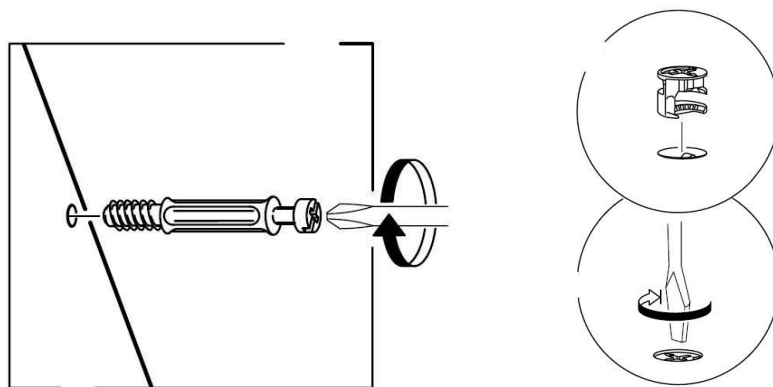

Рис. 1
1. В боковые стенки (55), (56), перегородку (57), задние стенки (60), (61) в имеющиеся отверстия установить эксцентрики Rastex 15\22, таким образом, чтобы стрелка была повернута в сторону отверстия в торце.
2. В установленные муфты эксцентриковых стяжек на горизонтальных щитах (58) ввернуть дюбели DU644, в соседние отверстия установить шканты (рис.1 и схема сборки).